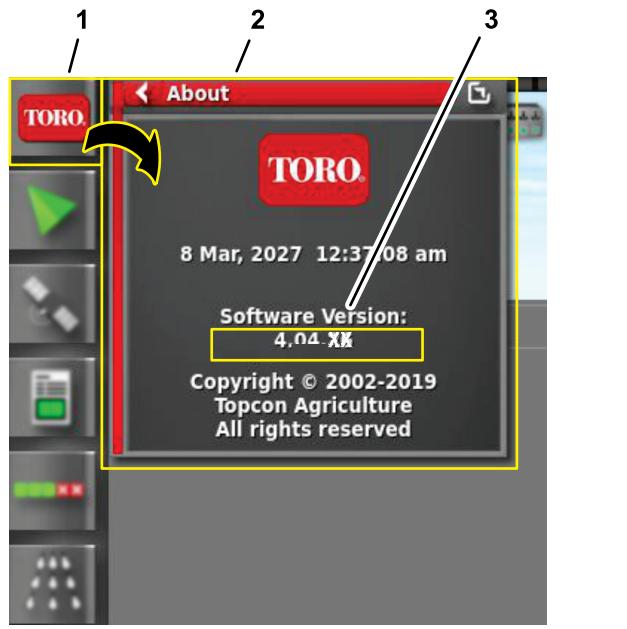

Figura 13
2. Pressione o ícone ACERCA (Toro) no canto superior esquerdo da consola de controlo (Figura 13).